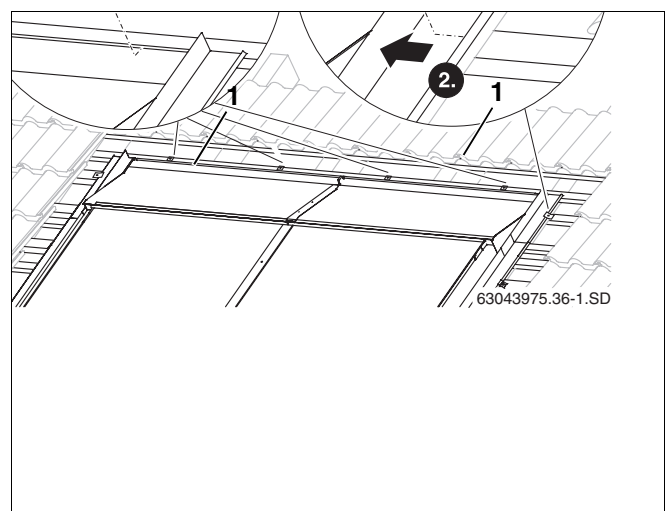

Fig. 60 Fissaggio delle lamiere di copertura superiori con tasselli
- Disporre il gancio (fig. 60, **pos. 1**) nello spigolo della lamiera di copertura.